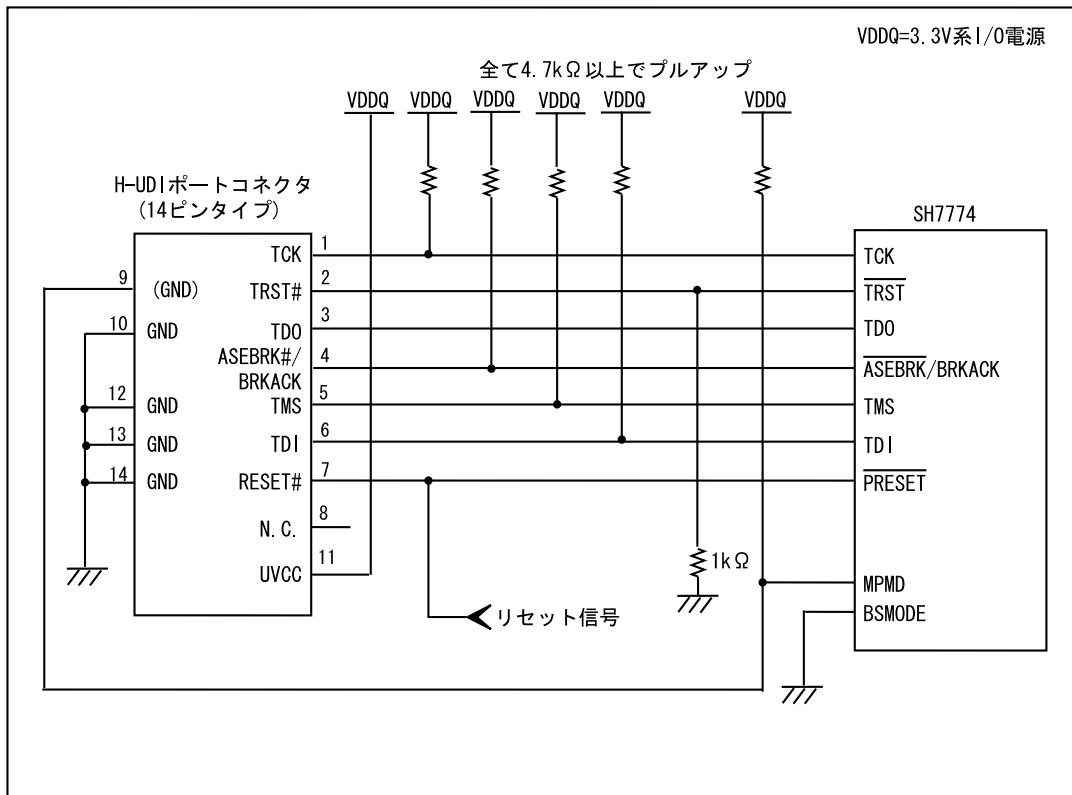

図 1.4 E10A-USB 使用時の H-UDI ポートコネクタ - チップ間の推奨接続例(14 ピンタイプ)
E10A-USB エミュレータ使用時の H-UDI ポートコネクタ(14 ピンタイプ)とチップ間の推奨接続例を図 1.4 に示します。
- 図 1.4 は、E10A-USB 接続時 "0"(GND 接続)になるように、E10A-USB のユーザインタフェースケーブルを接続した時、GND となる回路例です。
6. 図 1.4 に記載されている抵抗値は、参考値です。
- 図1.4の回路を組んだ場合のE10A-USB エミュレータのスイッチ設定 : SW2=1, SW3=1